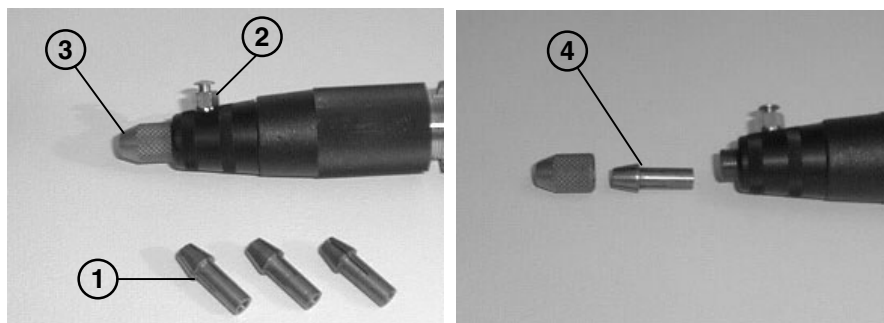

Fig. 7
Come si osserva in Fig. 7), comprende la fornitura di quattro pinzette (1) per differenti diametri degli utensili (0 - 1 - 2,35 - 3 mm)